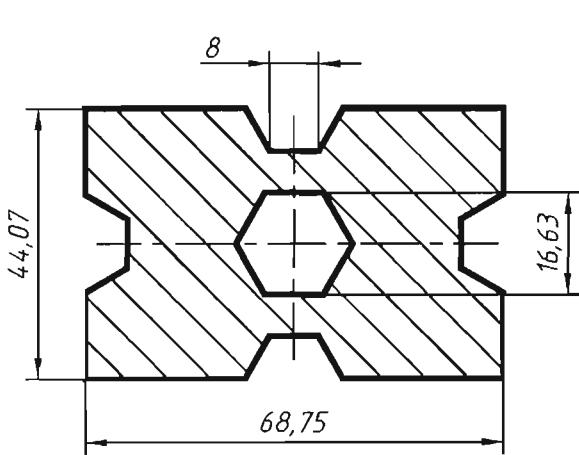
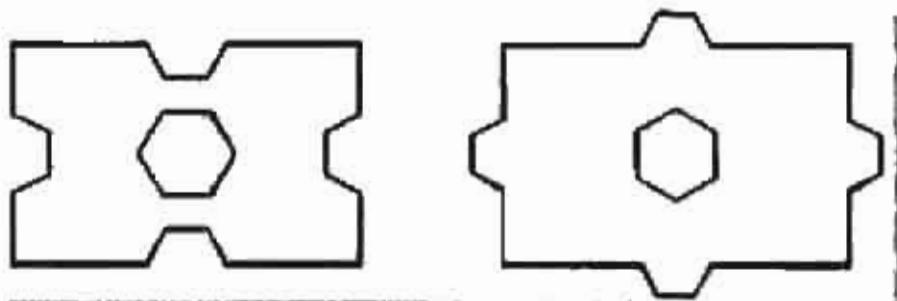

Рис. 8.1. Фигура №1
Рис. 8.19. Построение подобных линий фасок
8.2.1. Начертить фигуры по рис. 8.1 и 8.2, заштриховать, проставить размеры (шестиугольники в центре фигур – отверстия). В построениях использовать логические операции.
Шестиугольник в центре фигуры на рис. 8.1 задан диаметром вписанной окружности. Команда построения правильных многоугольников POLYGON после указания количества сторон, центра многоугольника и варианта вычерчивания, требует введения радиуса вписанной или описанной вокруг многоугольника окружности. Вызвав калькулятор определите радиус вписанной окружности для построения шестиугольника в центре фигуры по рис. 8.1: $16.63/2=8.315$.
Далее следует повернуть шестиугольники согласно заданию (см. рис. 8.1 и 8.2). Чтобы положение шестиугольников соответствовало заданию, воспользуйтесь командой ROTATE (ПОВЕРНУТЬ).
Как упоминалось, при создании области (команда **REGION**) контур погибает (см. рис. 8.1 и 8.16). Для восстановления контура линий после россеков флаг **WEDGE** ставится в команде **BOUNDARY** (КОНФИГУР) и **PEDIT** (ПОДКРЫД). На месте линии оболочки команда **BOUNDARY** вычерчивает новый замкнутый контур той же конфигурации, что и исходный **PEDIT** (рис. 8.19).
Настройте текущий стиль **Чертежи**. Нанесите размеры в соответствии с рис. 8.1 и 8.2.
Перейдите на слой **СКЕЛЕТ**. Нанесите осевые линии в соответствии с рис. 8.1 и 8.2.